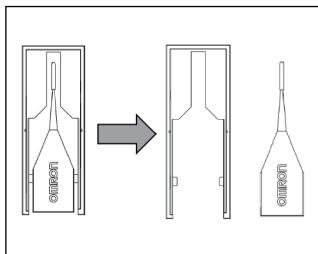

图1
- (1) 断开编码键与保护座的连接部位，将其取下来。（图1）